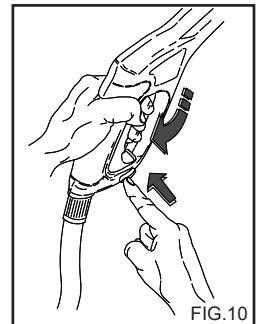

FIG.10
- Luk grebets beskyttelsesdæksel, når rengøringsmaskinen ikke anvendes. (Fig. 10).